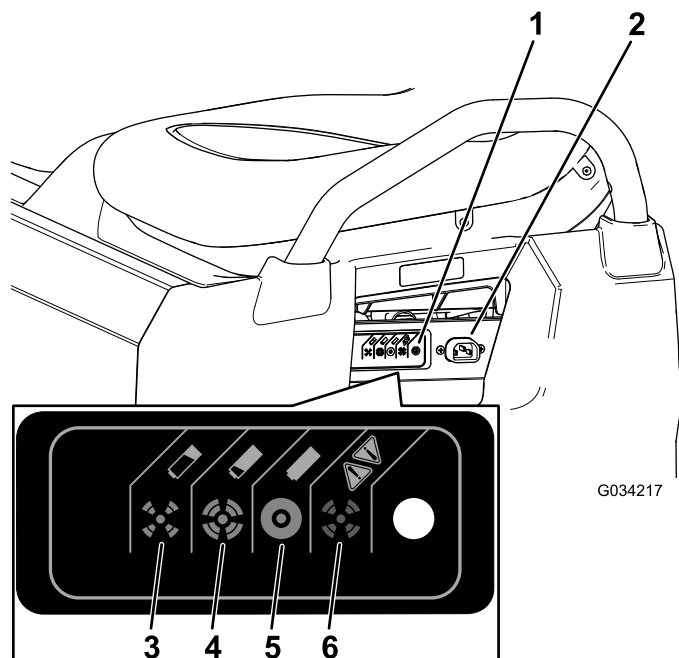

图 39
3. 将16号或更大直径、2.5m 或更短的充电器线连接到机器的充电插座 图 39。
请参阅下表和 图 39 了解有关充电器状态指示灯不同颜色含义的信息。